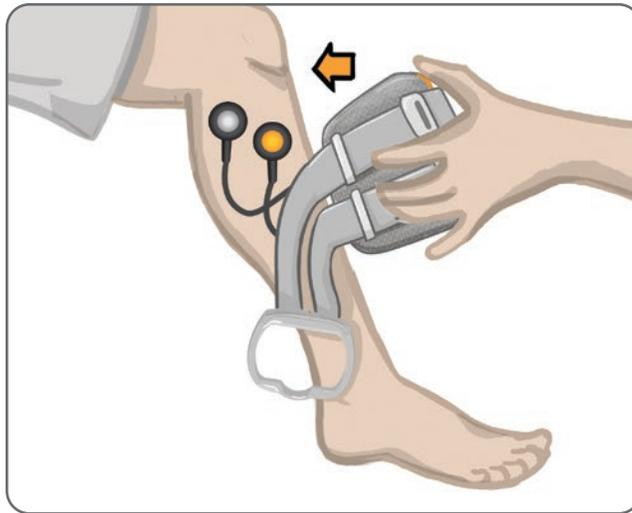

Abbildung 8-5: Platzierung der Positionierungshilfe unterhalb der Patella
6. Platzieren Sie die Positionierungshilfe der Unterschenkelmanschette unter der Patella, über dem Tibiaplateau. Siehe Abbildung 8-5. Achten Sie darauf, dass die Manschette die Elektrodenbasen nicht berührt. Die Positionierungshilfe sollte eng, aber bequem unterhalb der Patellaspitze sitzen.